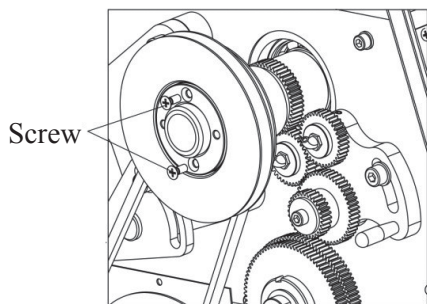

Bild 34
3. Skruva ur skruven (se bild 34)